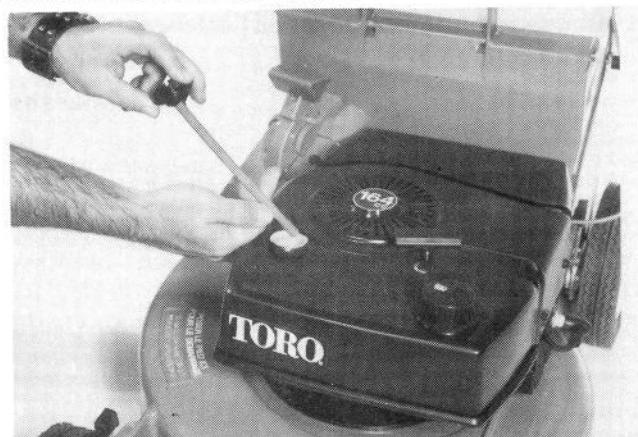

Figure 8
3. Enlevez la jauge de niveau d'huile en tournant le bouchon de 1/4 de tour vers la gauche (Fig. 8).
5. Essuyez le bout de la jauge et introduisez-la dans le goulot de remplissage. Tournez le bouchon de 1/4 de tour vers la droite. Retirez ensuite la jauge et vérifiez le niveau d'huile indiqué sur la jauge (Fig. 8). Si le niveau d'huile est bas, n'ajoutez que suffisamment d'huile pour amener le niveau à la marque "FULL" sur la jauge. N'AJOUTEZ PAS D'HUILE AU-DELA DE CETTE MARQUE CAR